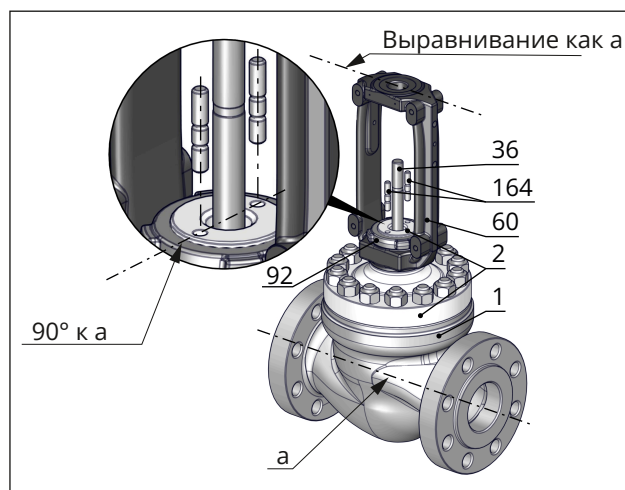

Рис. 26: Выравнивание верхней части на корпусе клапана и выравнивание рамы на верхней части
- Закрепите держатель (302) с помощью винтов (306) и шайб (308). Соблюдайте моменты затяжки, см. Табл. 7.
- Установите раму (3) на верхнюю часть таким образом, чтобы два отверстия на верхней стороне верхней части были обращены к открытым сторонам рамы, см. Рис. 26.
- Закрепите раму (3) с помощью накидной гайки (92).
- Установите кольцевую набивку (сальника) (162) через штифтовые винты (164) на верхней части клапана (2/21) на упор (8).
- Накрутите обе зажимные гайки (163) (при использовании подпружиненной кольцевой набивки (сальника), включая тарельчатые пружины) на штифтовые винты (164) и затяните их от руки. В исполнении с пружиной проведите зажимные гайки (163) через отверстия в кольцевой набивке сальника.